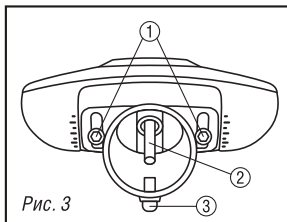

Рис. 3
- Отрегулируйте необходимый угол наклона светильника и зафиксируйте его с помощью винтов (1) (Рис. 3).
- Установите светильник на опору, поместив подсоединенный кабель (2) внутрь опоры.
- Зафиксируйте светильник на опоре, плотно затянув фиксирующие болты (3), используя ключ на 13 (в комплект не входит). Убедитесь, что конструкция надежно зафиксирована.